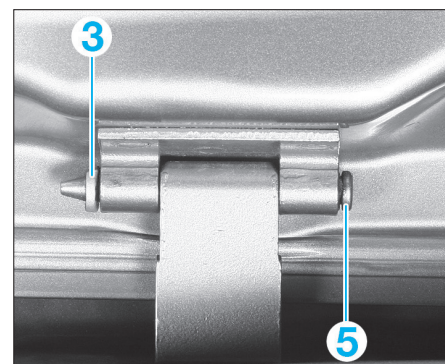

FIG. 62
- Déposer les deux circlips (3) des axes du hayon (fig. 62).
- Déposer les axes (5) du hayon (fig. 62).